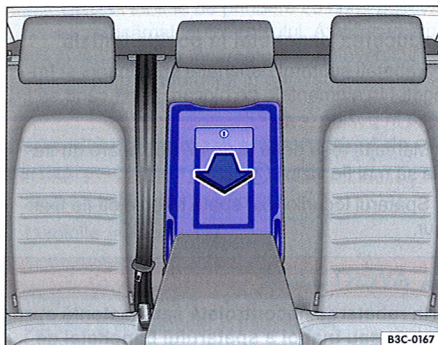

Fig. 103 În spătarul banchetei spate: deschiderea spațiului pentru încărcare.
- Trageți de maneta de deblocare ⇒ fig. 103 și rabatați capacul trapei de încărcare complet spre înainte.